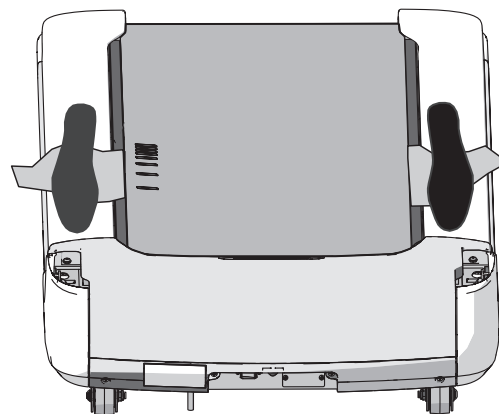

Figura 2
7. Pise firmemente nas duas extremidades da toalha, mantendo os pés fora da lona (Figura 2). Apoie-se usando os guidões ou os corrimões laterais.